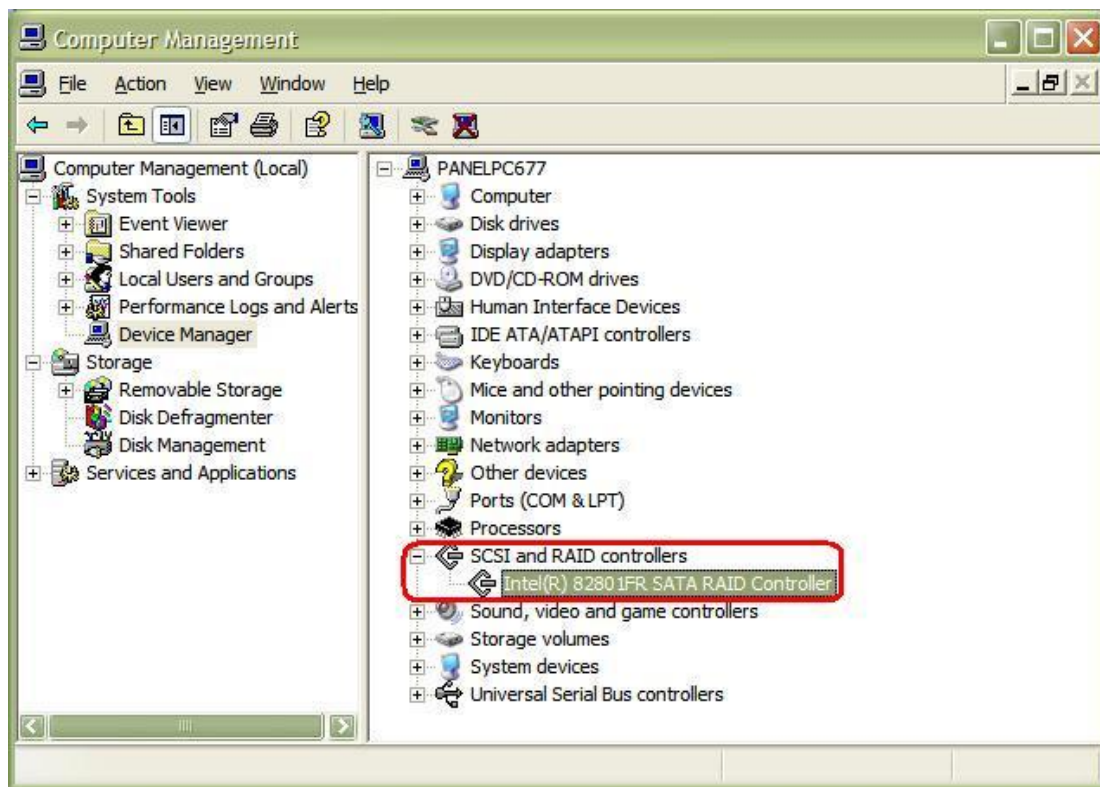

图 27
(F) 操作系统安装完毕后，可以在“计算机管理”的“设备管理器”中浏览到 RAID 的控制器，如图 27 所示。